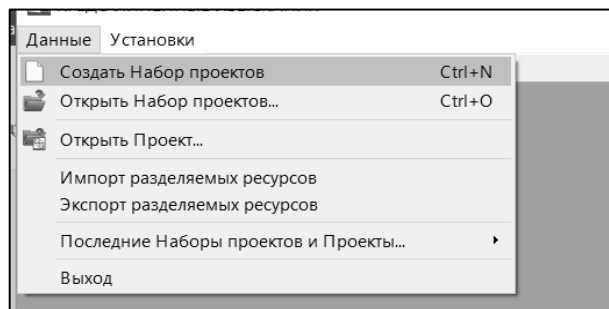

Рис. 1.7. Создание набора проектов
1. Запустите программу CREDO ДОРОГИ. В меню ДАННЫЕ выберите команду СОЗДАТЬ НАБОР ПРОЕКТОВ (рис. 1.7).